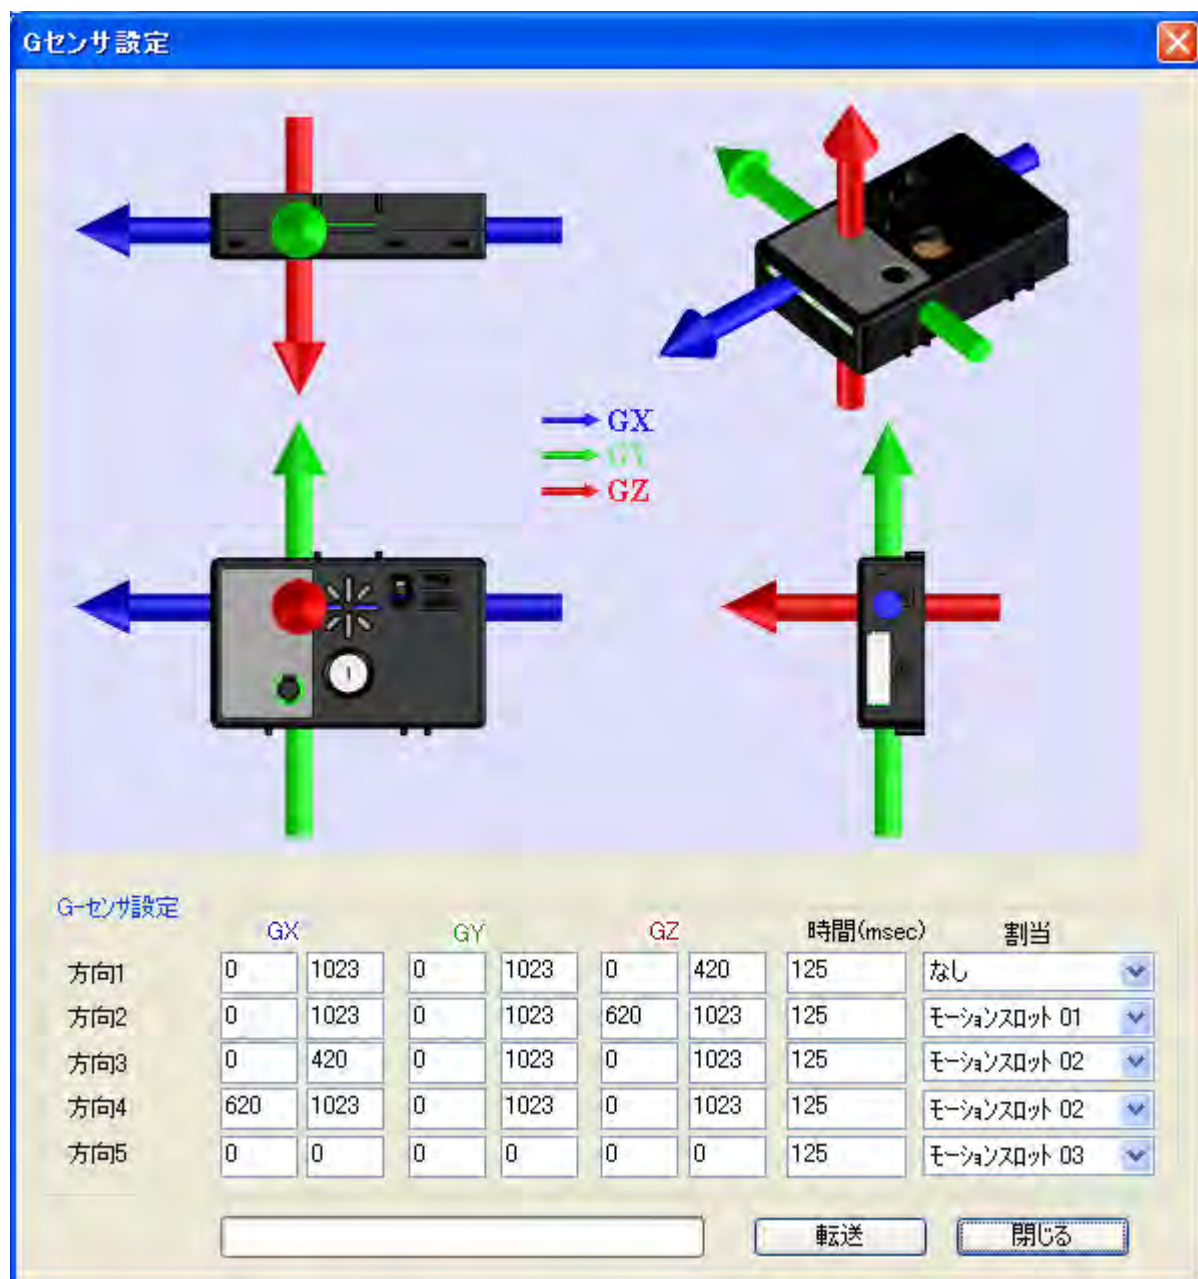

Fig. 15.2 G センサ設定画面
モーションエディタを起動後、メニューバーから【ウィンドウ (W)】>【G センサ (E)】を選択して、Fig. 15.2 の G センサ設定画面を開きます。